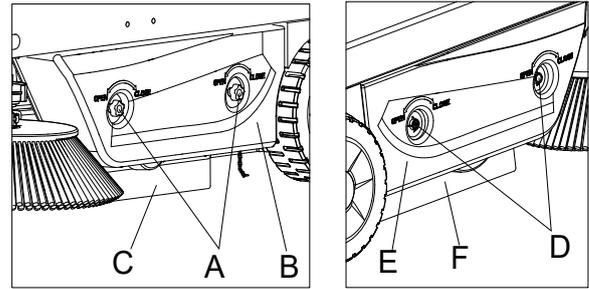
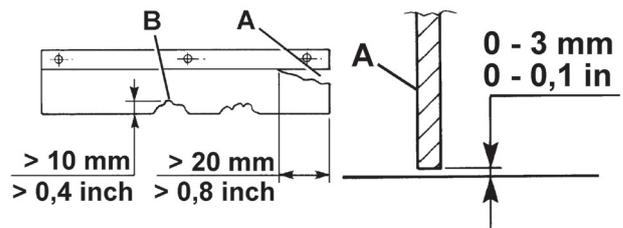
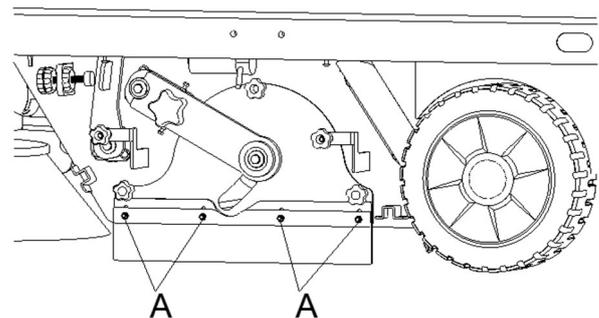
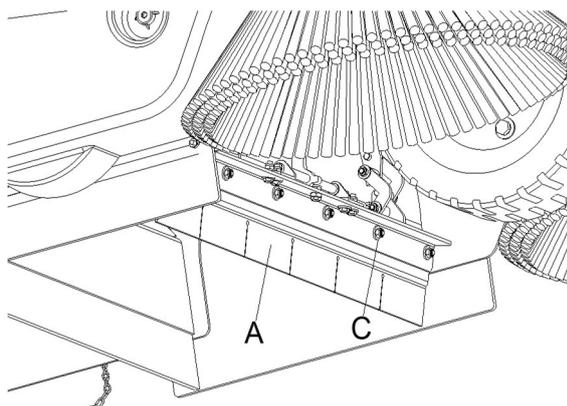

Abb. 34
Abb. 35
Abb. 37
Abb. 39
4. Lösen Sie die Knöpfe (A und D, Abb. 34) und entfernen Sie sowohl die linke (B, Abb. 34) als auch die rechte (E, Abb. 34) Abdeckung.
5. Überprüfen Sie die seitlichen Wischblätter (C und F, Abb. 34) auf Unversehrtheit. Ersetzen Sie die Wischblätter im Falle von Einschnitten (A, Abb. 35) von mehr als 20 mm oder Bruchstellen (B, Abb. 35) von mehr als 10 mm (für den Austausch der Wischblätter siehe die Service-Anleitung).
6. Stellen Sie sicher, dass der Abstand vom Boden zu den seitlichen Wischblättern (C und F, Abb. 34) zwischen 0-3 mm liegt (A, Abb. 35). Stellen Sie ggf. die Höhe der Wischblätter durch Einstellen der Schlitze mithilfe der Schrauben (A, Abb. 37) ein.
9. Überprüfen Sie die vorderen (A, Abb. 39) und hinteren Wischblätter (B, Abb. 38) auf Unversehrtheit. Ersetzen Sie die Wischblätter im Falle von Einschnitten (A, Abb. 35) von mehr als 20 mm oder Bruchstellen (B, Abb. 35) von mehr als 10 mm (für den Austausch der Wischblätter siehe die Service-Anleitung).
- Der Abstand zwischen dem Boden und dem hinteren Wischblatt (B, Abb. 38) zwischen 0-3 mm liegt (A, Abb. 35).
11. Stellen Sie ggf. die Höhe der Wischblätter durch Einstellen der Schlitze mithilfe der Schrauben (C und D, Abb. 39 und 38) ein.